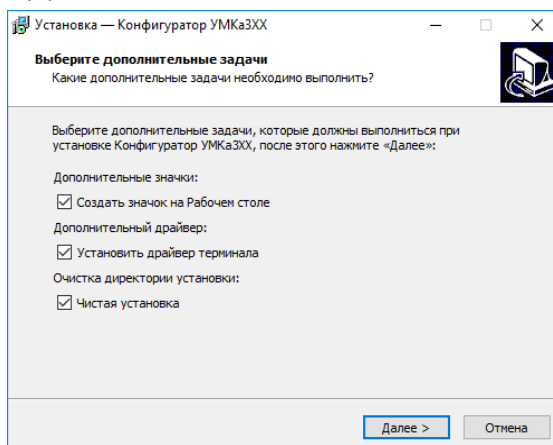

Рисунок 3.19 Выбор опций установки
При первой установке выберите опцию «Установить драйвер терминала» (Рисунок 3.19 ) и нажмите «Далее».
**В случае если конфигуратор не обнаружил терминал проверьте наличие установленных драйверов. В случае их отсутствия рекомендуется произвести переустановку конфигуратора установив галочку «установить драйвера» (Рисунок 3.19 ).**